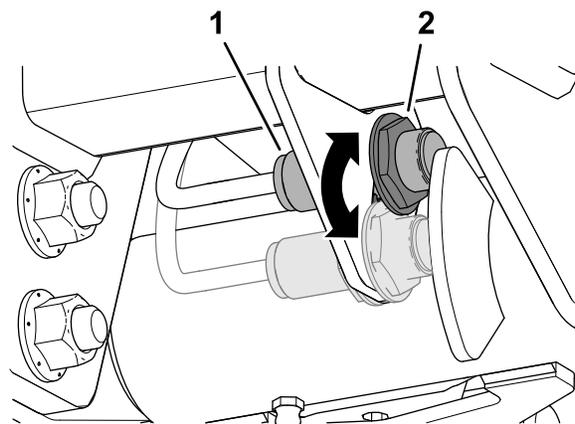

Figura 53
3. Allentate il dado che fissa l'interruttore del braccio di sollevamento alla piastra dell'interruttore (Figura 53).